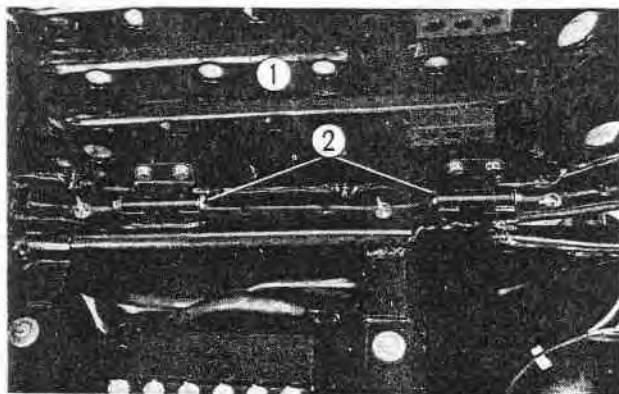

Fig. 15-3 ① Siège
8. Enlever les deux axes de charnière de siège et séparer celui-ci du cadre. (Fig. 15-3)